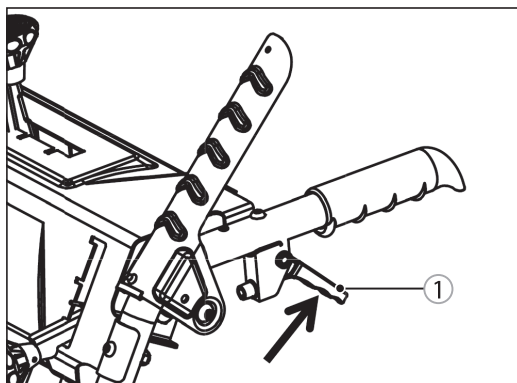
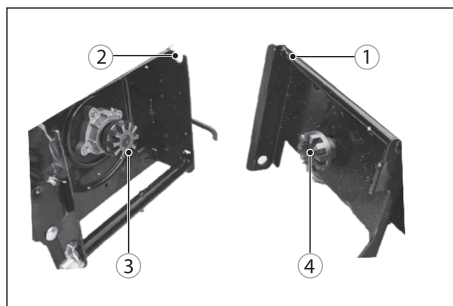

Рис. 7
Рис. 10
С правой стороны верхняя рукоятка фиксируется двумя болтами, с левой стороны – болтом и держателем рукоятки поворота желоба (рис. 10).
3. Нажмите на рычажок снятия насадки 1 (рис. 7) располагающийся на ручке слева.
Не нажимайте рычажок 1 на рис. 7 во время работы насадки.
2. Убедитесь, что стержень 1 на насадке попал в паз основной части 2 (рис. 10), а шестерня 3 привода щетки/шнека состыковалась с шестерней 4 на насадке (рис. 10). Отпустите рычажок 1 снятия насадки, должен появиться соответствующий щелчок фиксации (рис. 7).